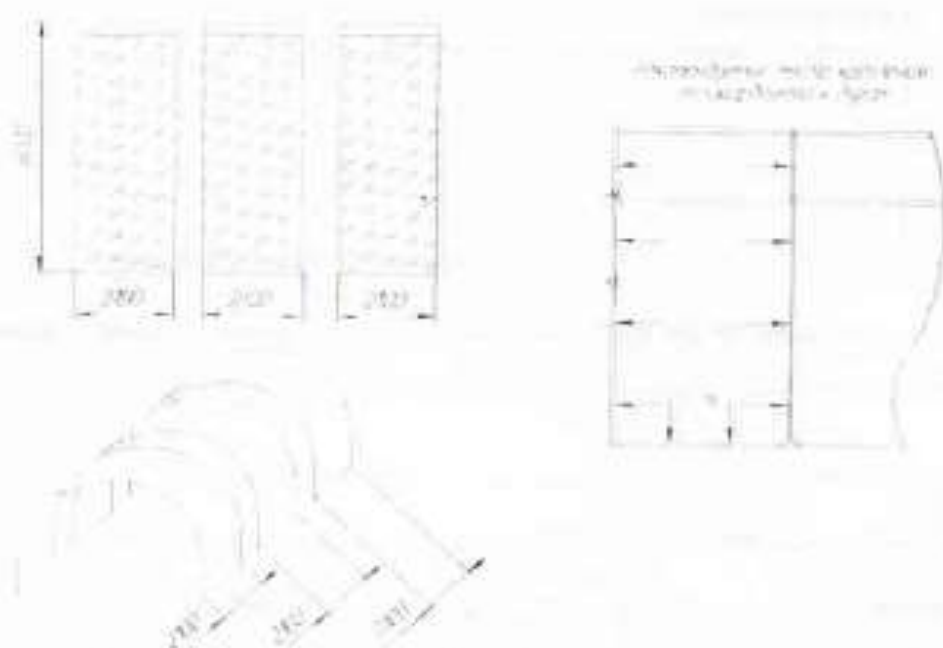

Рис. 8
6.8 Установите поликарбонат на тоннельную часть теплицы. Раскрой и рекомендуемые места крепления показаны на рис. 8. На каждые 2 метра длины тоннеля теплицы необходимо 6 погонных метров поликарбоната.